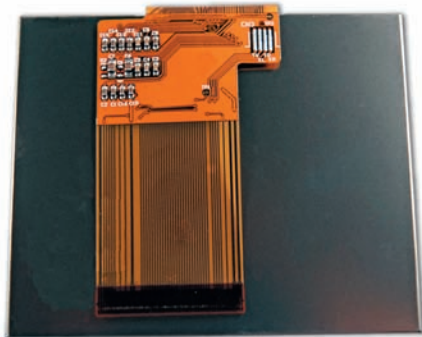

Рис. 1. TFT-индикатор без графического контроллера
*Теория.* Со «стеклом» всё более-менее понятно – это то, на чём отображается картинка. «Негативное стекло» и «синяя подсветка» в случае с TFT-индикатором неуместны, ведь главное в TFT – правильное изображение. Стекло может как быть «голым», так и иметь установленные микросхемы для управления «развёрткой экрана». Если контроллер, при помощи которого вы собираетесь управлять TFT-индикатором, довольно таки мощный и имеет на борту встроенный буфер памяти и встроенный графический контроллер, то «голового» стекла вам будет вполне достаточно и переплачивать лишние деньги не следует. Руководствуясь именно этими соображениями, многие фирмы-производители выпускают TFT-индикаторы без буфера памяти и без графического контроллера (рис. 1)!